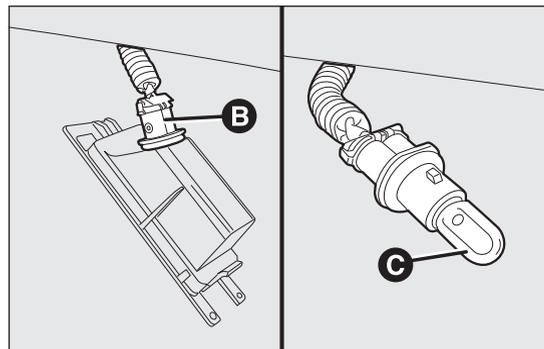

fig. 153
- ruotare il portalampada B fig. 153 in senso antiorario, quindi sfilare la lampada C.